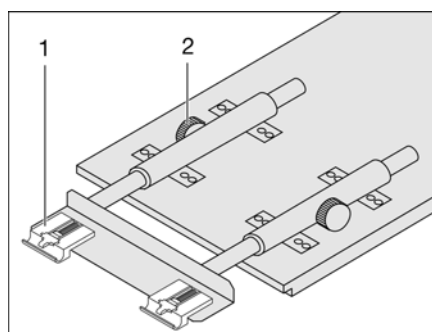

Bild 73 Hängetisch vergrößern
- Die Rändelschrauben (Bild 73,2) lösen.
- Die Tischplatte vorn leicht anheben und bis zum Anschlag herausziehen. Die Tischverlängerung (Bild 73,1) ist ganz ausgezogen.
- Die Tischplatte vorn leicht anheben und bis zum Anschlag zurückschieben. Die Tischverlängerung (Bild 73,1) ist ganz eingeschoben.